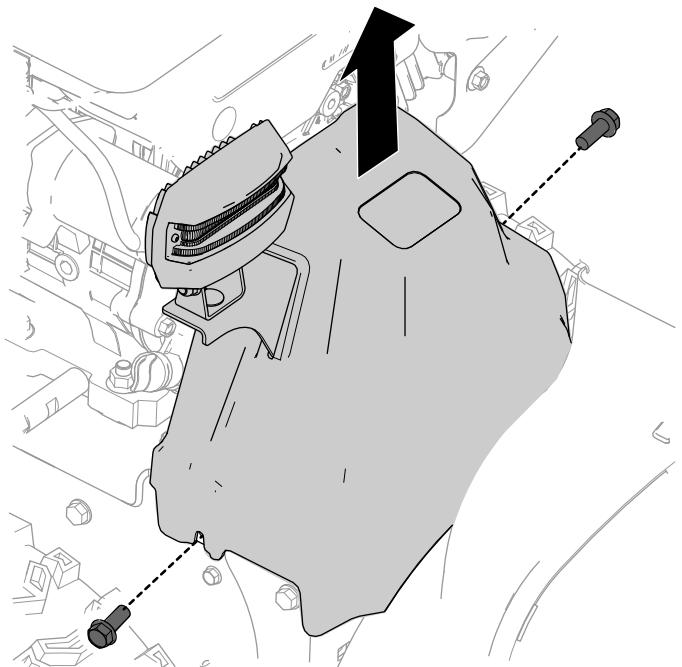

Bild 6
1. Entfernen Sie auf der Vorderseite der Maschine die beiden Schrauben ($\frac{1}{4}$ " x $\frac{5}{8}$ "), mit denen die Riemenabdeckung an der Maschine befestigt ist (Bild 6).
3. Entfernen Sie die Riemenabdeckung (Bild 6).